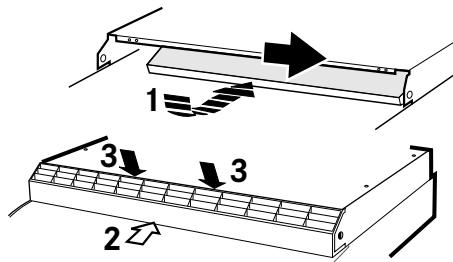

Fig.12
Kontrollera att filterhållaren är placerad så att den täcker utluftsöppningen på spisfläkten (1). Skjut in fronten så att den snäpper fast på båda sidor (2) och tryck sedan lätt på frontens ovansida, så att även den snäpper fast i rätt läge (3), Fig.12